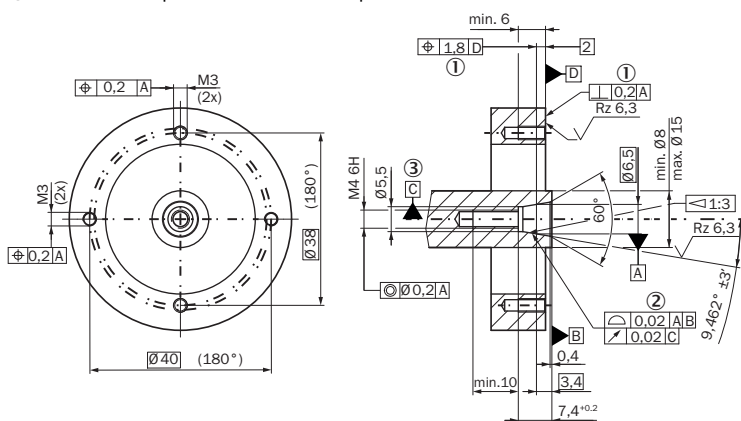

Abbildung 6: Anbauvorgabe Konuswelle
- 9 Für die Messung der Arbeitstemperatur muss der definierte Messpunkt (4) am Motor-Feedback-System verwendet werden (siehe Maßzeichnung, Abbildung 6).